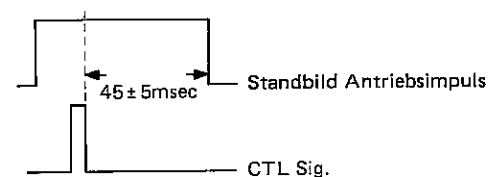

Abbildung 43.
3. Mit dem STANDBILD Knopf in der unten-Position, R7025 (Standbildespurlage PST) entsprechend den Erfordernissen in Abbildung 43, einstellen.